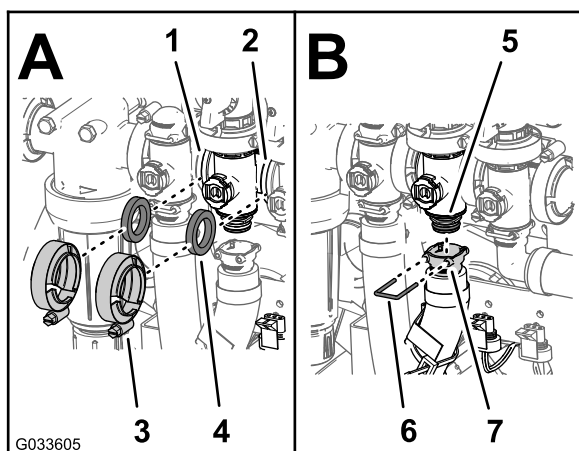

Figura 128
2. Monte la válvula de desvío de agitación, la junta y el distribuidor de la válvula de agitación con una brida de fijación y apriete a mano (Figura 128).
3. Alinee una junta entre las bridas del distribuidor de la válvula de control de caudal y el distribuidor de la válvula de agitación (Figura 128 A).
- Monte la válvula de control de caudal, la junta y el distribuidor de la válvula de agitación con una brida de fijación y apriete a mano (Figura 128 A).
- Alinee una junta entre las bridas del distribuidor de la válvula de agitación y la válvula maestra (Figura 128 A).
- Monte el distribuidor de la válvula de agitación, la junta y la válvula maestra con una brida de fijación y apriete a mano (Figura 128 A).
- Monte el conector de salida en el acoplamiento inferior del distribuidor de la válvula de agitación (Figura 128 B).
- Sujete el conector de salida al acoplamiento insertando una horquilla de retención en el alojamiento del conector de salida (Figura 128 B).